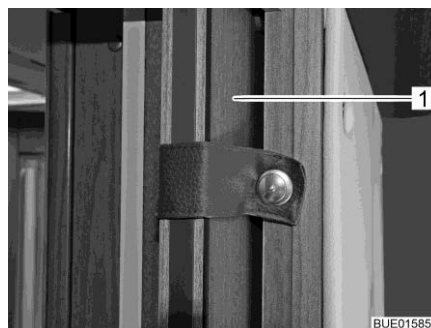
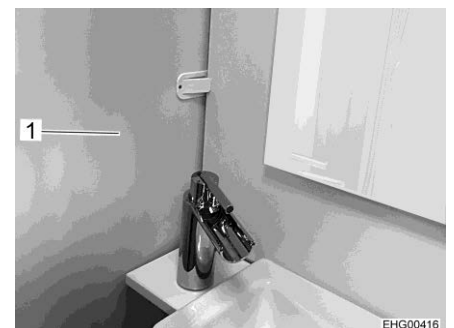

Fig. 15 Puerta corredera
Fig. 16 Panel de separación de la ducha
- Retener las puertas (Fig. 15,1) o los paneles separadores (Fig. 16,1) con los bloqueos y los materiales de fijación existentes.